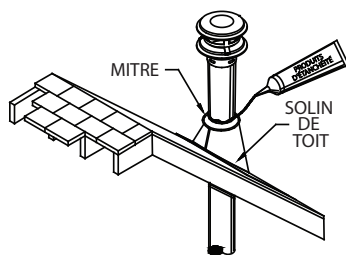

Figure 9
1. Pour terminer, appliquer un scellant étanche haute température là où la mitre rencontre le conduit et le solin; faire glisser la mitre vers le bas jusqu'à ce qu'elle accote sur le solin (**Figure 9**). En le tenant par sa base, verrouiller en tournant le chapeau vertical de terminaison sur la section de tuyau supportée dépassant de la ligne de toiture.